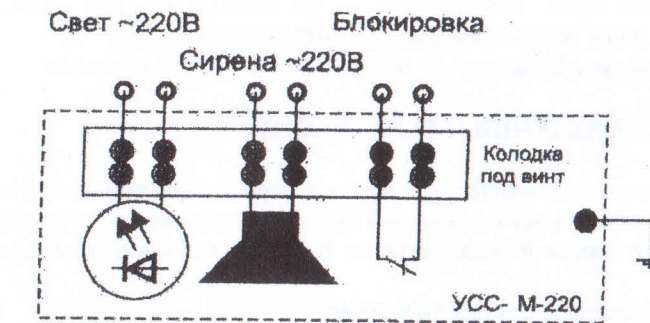

Рис.1 Схема подключения оповещателя УСС-М-220
- подключить оповещатель к прибору, согласно схемы рис.1